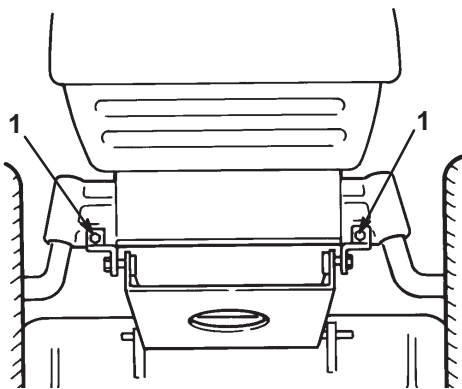

Figure 37
11. Fixez les supports de pivots du plateau de coupe à l'essieu avant à l'aide des boulons et des contre-écrous (Fig. 37).